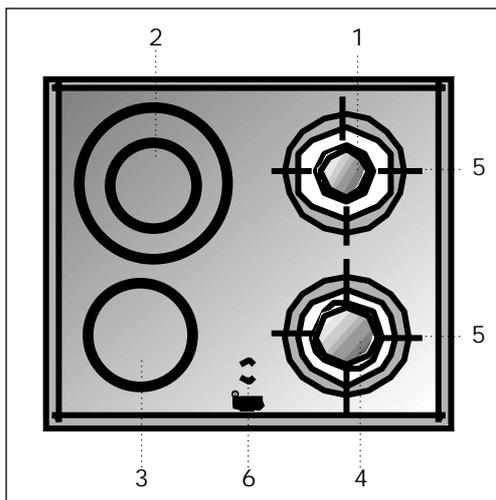

fig. 9
**Modelo VT DUAL.1** (ver fig. 9)